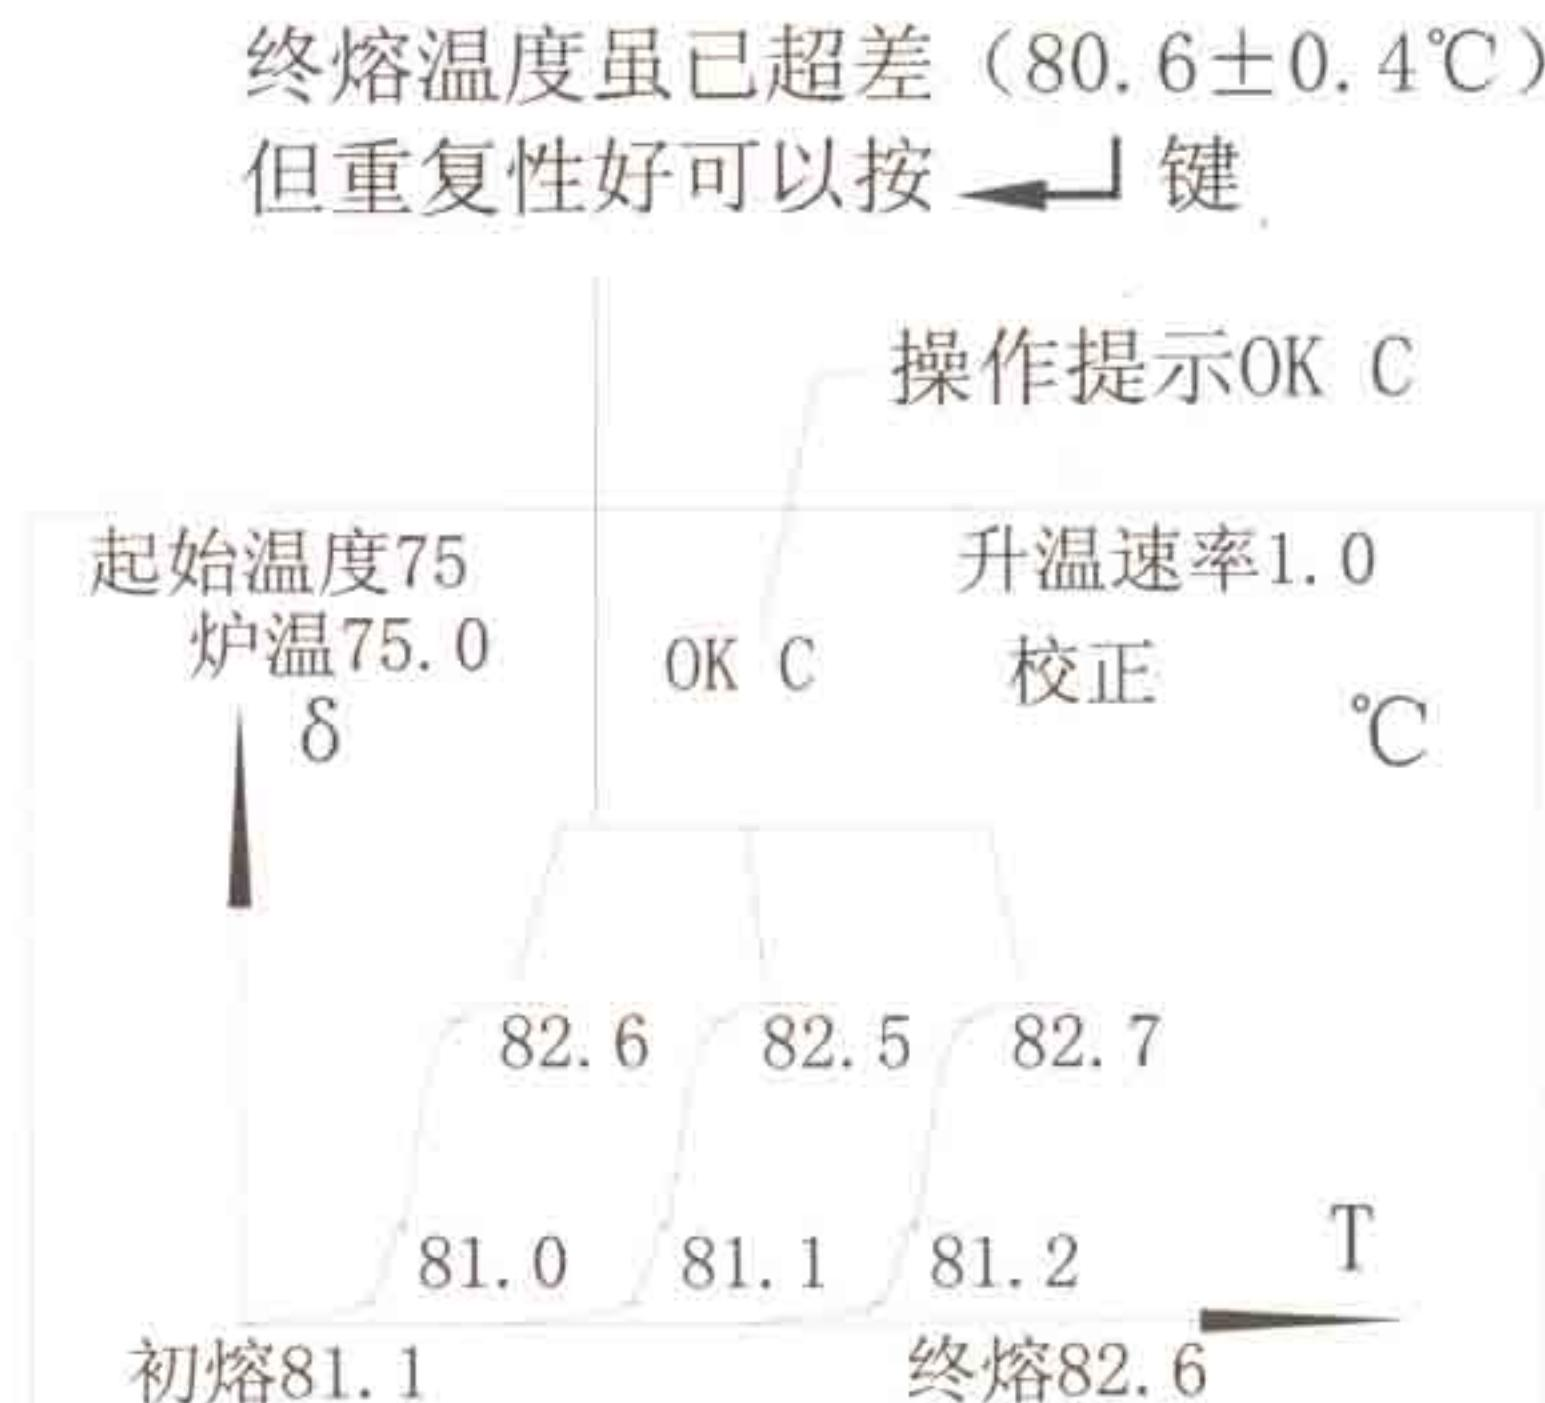

图 13
- ① 每测好一标准样品，操作提示处将显示“OK C”，由用户决定本次测量是否有效；
- ② 对于WRS-2A，若2根曲线的终熔值很集中（即重复性好）即可认为本次测量有效而选择OK，按“”键；（见图13）